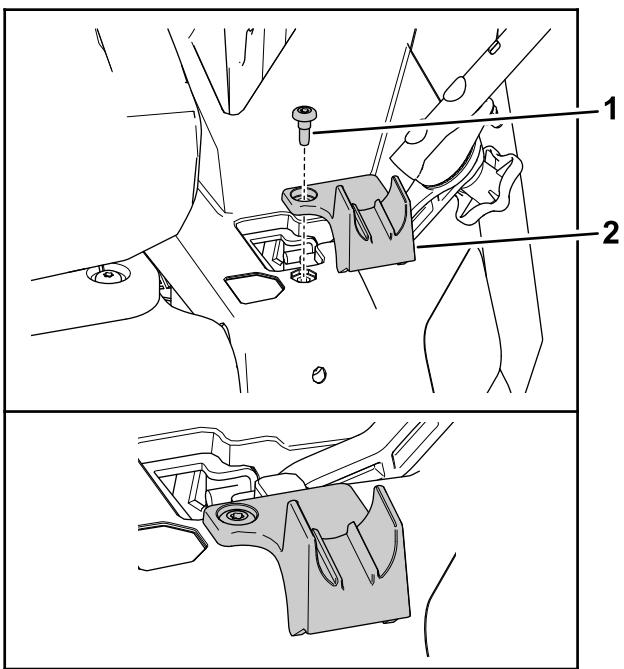

Figure 7
2. Placez l'appui de la poignée sur le carénage gauche, comme montré à la Figure 7.
- Fixez l'appui sur le carénage (Figure 7) avec la vis à épaulement ($\frac{1}{4}'' \times \frac{1}{2}''$) prise dans le kit.